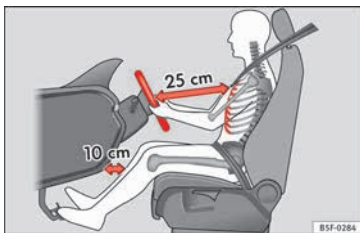
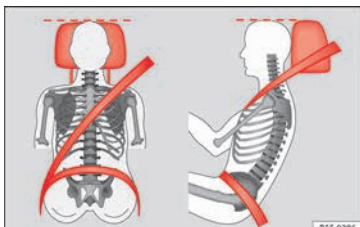

Abb. 81 Der richtige Abstand des Fahrers zum Lenkrad muss mindestens 25 cm (10 inch) betragen.
Abb. 82 Richtiger Gurtbandverlauf und richtige Kopfstützeinstellung.
- Kopfstütze so einstellen, dass die Oberkante der Kopfstütze sich möglichst auf einer Linie mit dem oberen Teil des Kopfs – jedoch nicht niedriger als Augenhöhe – befindet. Hinterkopf stets so nah wie möglich an der Kopfstütze positionieren » **Abb. 81** und » **Abb. 82**.
- Lenkrad so einstellen, dass der Abstand zwischen Lenkrad und Brustbein mindestens 25 cm (10 inch) beträgt » **Abb. 81** und das Lenkrad mit beiden Händen und leicht gebeugten Armen seitlich am äußeren Rand festgehalten werden kann.
- Fahrersitz in Längsrichtung so einstellen, dass die Pedale mit leicht angewinkelten Beinen durchgetreten werden können und der Abstand zur Instrumententafel im Kniebereich mindestens 10 cm (4 inch) beträgt » **Abb. 81**.